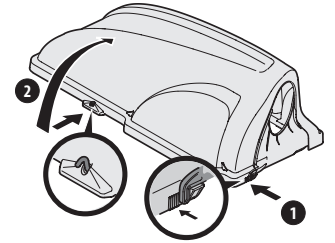

Figura 13
7. Abra el capó oprimiendo hacia adentro la lengüeta posterior derecha con la mano derecha, como se ve en (1) de la Figura 13, y levantando la cubierta con la mano izquierda en el centro de la parte posterior de la cubierta de la embolsadora (2).